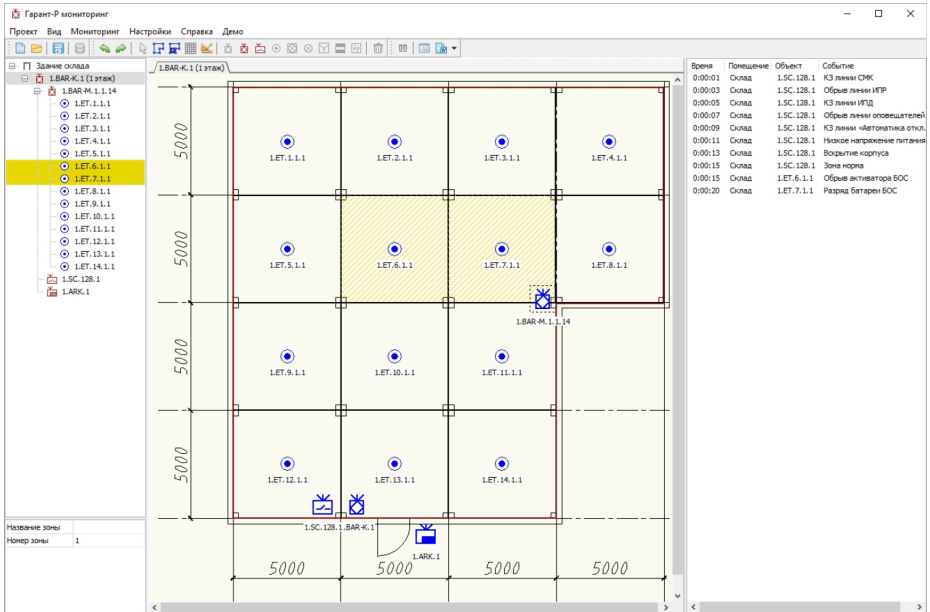

Рис. 28. Сообщения «Обрыв активатора», «Разряд батареи», «Обрыв ШС», «Замыкание ШС»
**«Обрыв активатора», «Разряд батареи», «Обрыв ШС», «Замыкание ШС».** Данное состояние наступает в зоне контроля «БОС». Соответствующий прибор в области структуры системы будет мигать желтым цветом, а зона защиты на планировке – мигать желтой штриховкой (см. рис. 28). Сообщение будет сопровождаться одиночным звуковым сигналом.
Текстовые сообщения «КЗ линии СМК», «Обрыв линии ИПР», «Обрыв линии оповещателей», «КЗ линии Автоматика отключена», «Низкое напряжение питания», «Вскрытие корпуса» фиксируются в области «Журнал событий» с указанием номера прибора и времени сообщения (см. рис. 28).